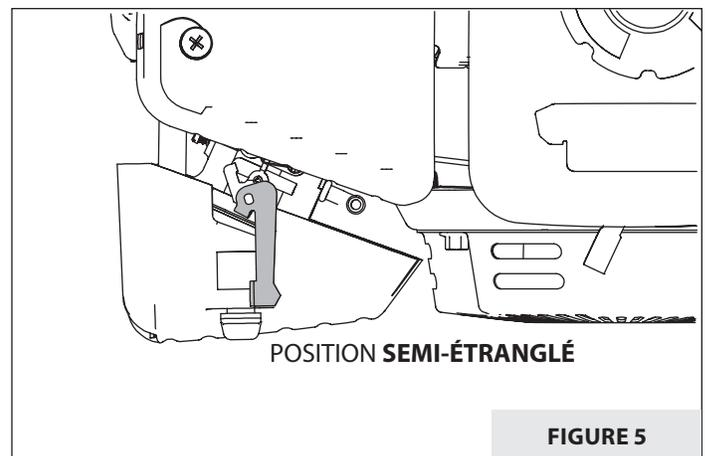

FIGURE 5
- Si le moteur est chaud ou que la température ambiante est élevée, mettre le levier du volet de départ en position **SEMI-ÉTRANGLÉ** ou **MARCHE**. **VOIR FIGURES 5 ET 6.**
6. Une fois que le moteur se met en marche, mettre le levier du volet de départ en position **SEMI-ÉTRANGLÉ**. **VOIR FIGURE 5.**